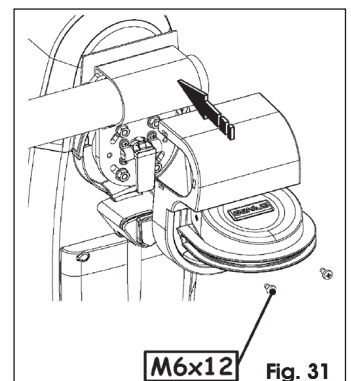

Fig. 31
- Coloque el cárter que cubre el dispositivo de desbloqueo como se indica en la Fig. 31, y fíjelo utilizando los dos tornillos suministrados en dotación.